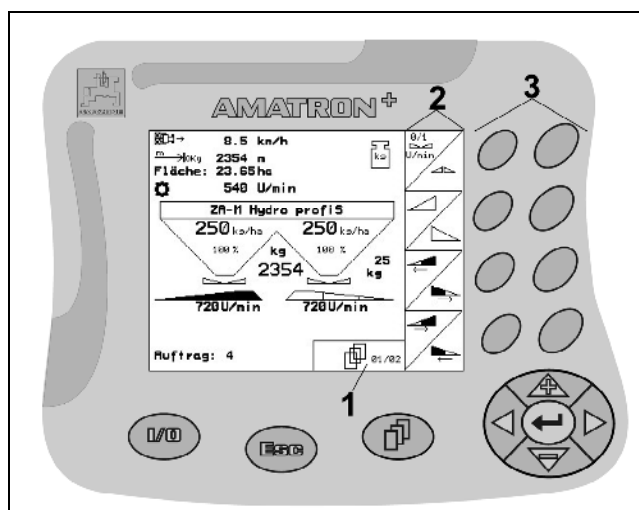
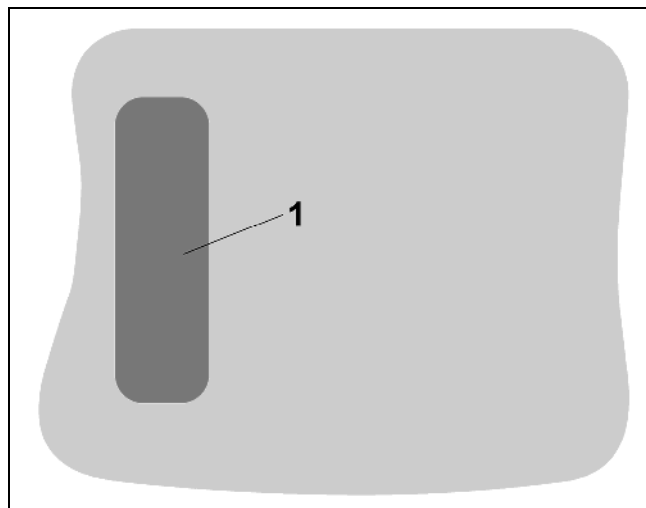

Fig. 9
Fig. 10
-  - Folhear nas restantes páginas de menu (apenas possível se existir o símbolo de folhear (Fig. 9/1) no display)
Se a tecla Shift  for premida no lado de trás do aparelho (Fig. 10/1), no menu Trabalho / Tarefa aparecem outros campos de função (Fig. 11) e a atribuição das teclas de função (Fig. 9/3) altera-se em conformidade.